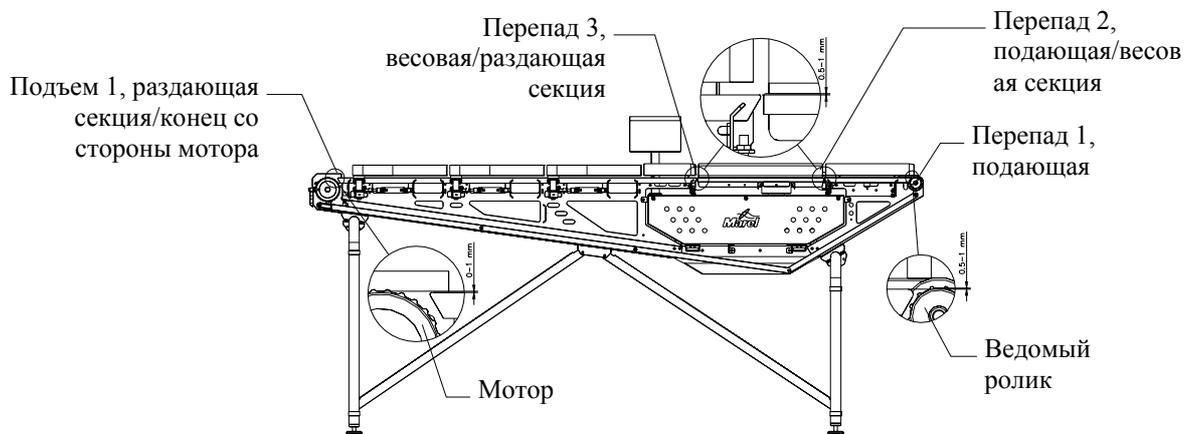

Рис. 32 Перепад по высоте между секциями.
- 6 Отрегулировать край раздающей секции так, чтобы он был приблизительно на  $0.5 \leq 1.0$  мм **ниже** края весовой плиты (см. Рис. 32).